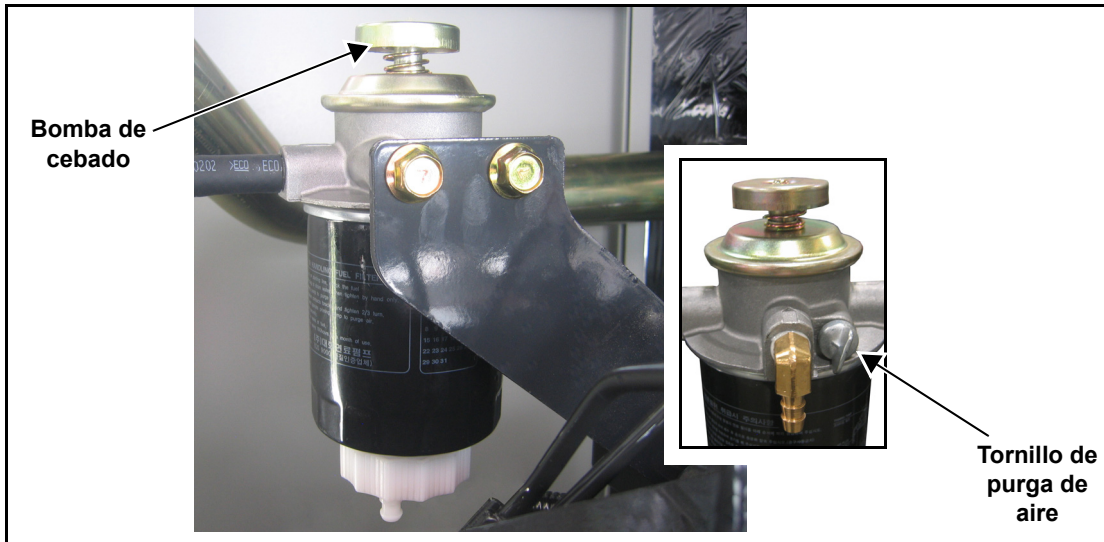

Figura 3-3. Cebado del sistema de combustible
1. Vea la Figura 3-3. Afloje el tornillo de purga de aire y accione la bomba de cebado hasta que se observen burbujas. Coloque un trapo alrededor del tornillo de purga de aire para atrapar cualquier pérdida de combustible.